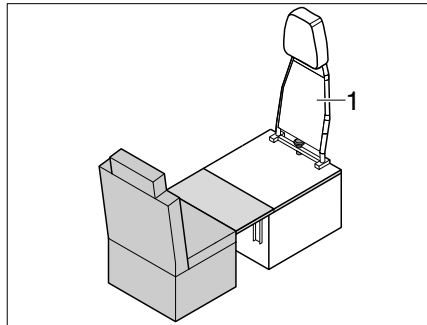

Fig. 225 Trasformazione posizione di marcia - zona letto
- Smontare lo schienale (Fig. 225,1) del sedile singolo (vedi capitolo 7.16.9).